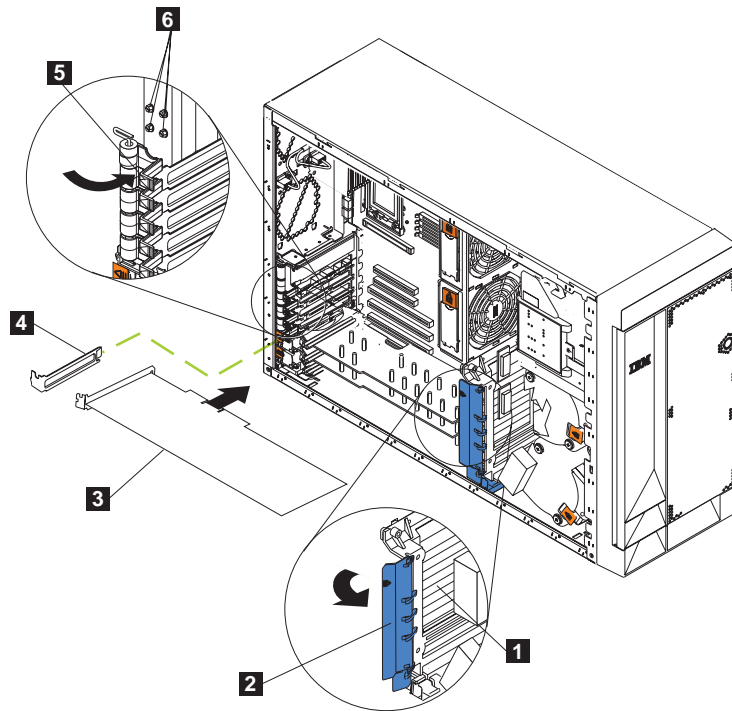
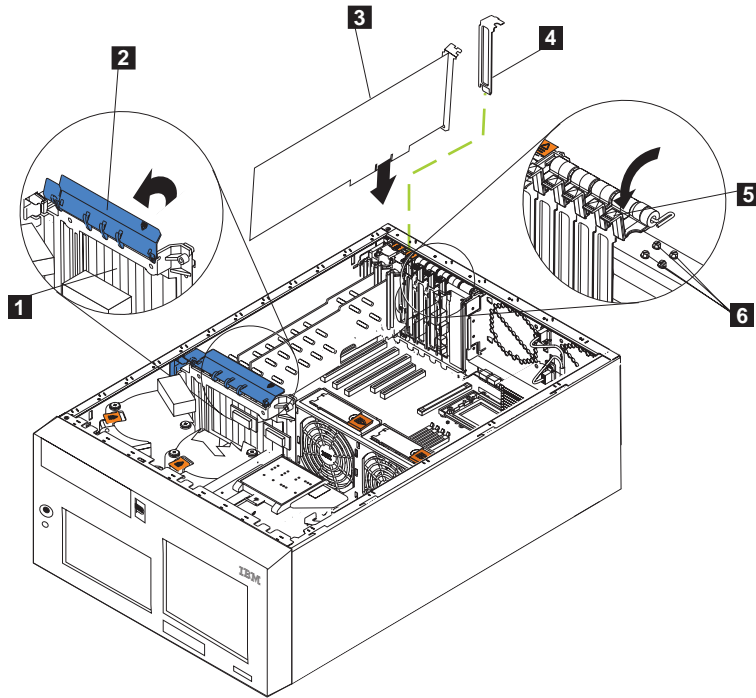

图 80. 安装“远程监控适配器”（型号 25T）
图 81. 安装“远程监控适配器”（具有机架安装转换功能的型号 25T）
7. 从 PCI 插槽 1 中抽出扩充插槽盖板（参见图 80 和第 100 页的图 81）。将它存放在安全的地方。
c. 用螺钉固定适配器：将其中一颗备份扩充插槽螺钉（参见第 99 页的图 80 和图 81 以了解螺钉的位置）通过适配器支架顶部插入螺钉孔以将适配器固定。